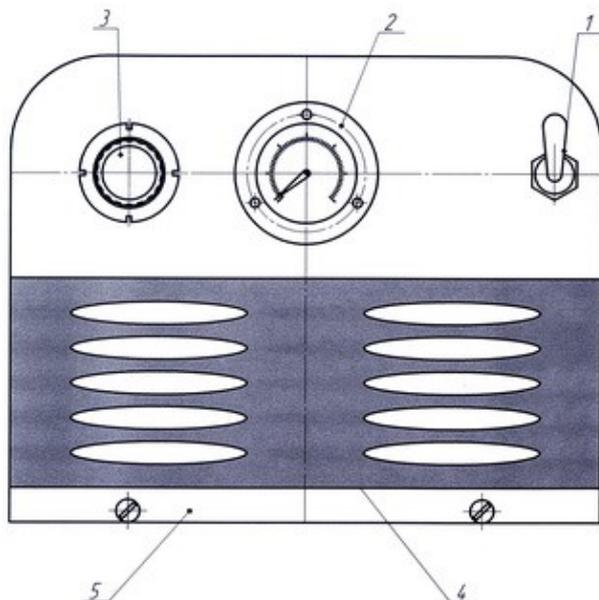

Рис. 2
5.2. Общий вид пневматической плиты изображён на рис. 2.
Перед началом работы отрегулируйте скорость срабатывания пневмоцилиндра. Для этого, вращая дроссель расположенный на пневматическом распределителе (Рис. 2 поз. 3) добейтесь плавного опускания штока.
- 8.8. Выставьте на задатчике (Рис. 2 поз. 1) необходимое значение, руководствуясь табл. 1